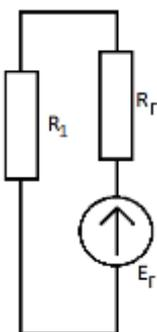

Рис. 171
1.5.4. Зная сопротивление генератора и его эквивалентную ЭДС, определяем неизвестный ток – рис. 171